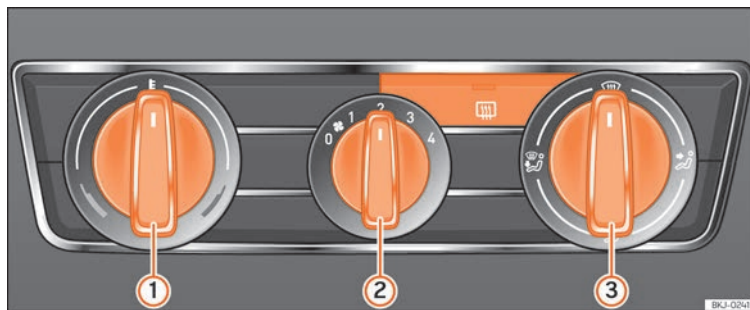

Abb. 169 Bedienelemente der Heizung in der Instrumententafel.
- Drehen Sie den Temperaturregler » Abb. 169 ① nach links.
- Drehen Sie den Gebläseschalter ② auf eine der Gebläsestufen 1-4.
- Lenken Sie den Luftstrom mit dem Luftverteilregler ③ in die gewünschte Richtung.
- Drehen Sie den Temperaturregler »» Abb. 169 ① nach rechts, bis die gewünschte Heizleistung erreicht ist.
- Drehen Sie den Temperaturregler »» Abb. 169 ① ganz nach rechts auf die höchste Heizleistung.
- Drehen Sie den Gebläseschalter ② auf Stufe 4.
- Drehen Sie den Temperaturregler »» Abb. 169 ① in den Heizbereich.
- Drehen Sie den Gebläseschalter ② auf eine der Gebläsestufen 2-3.